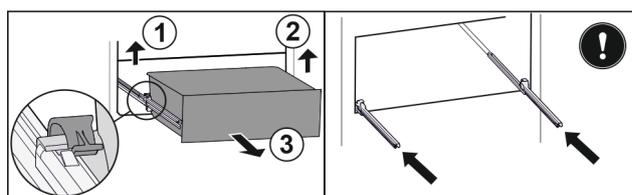

Fig. 73
- Sollevare il morsetto sinistro e allo stesso tempo tirare in avanti il cassetto sinistro. Fig. 73 (1)
- ▶ Sollevare il morsetto destro e allo stesso tempo tirare in avanti il cassetto destro. Fig. 73 (2)
- ▶ Rimuovere il cassetto tirandolo in avanti. Fig. 73 (3)